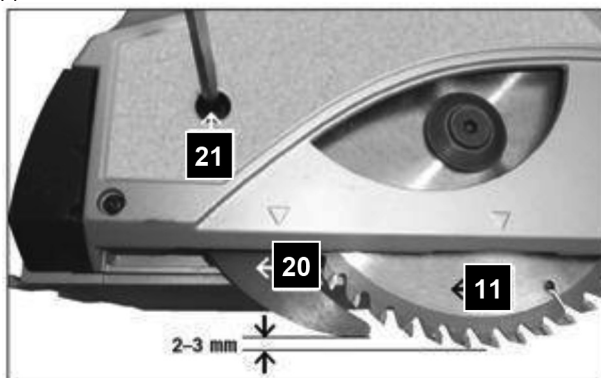

Рис. 8
При заглоблении пильного диска (поз. 11, рис. 8) расклинитель (поз. 20, рис. 8) заглобляется вместе с ним. При максимальном заглоблении пильного диска край расклинителя должен не доходить до края диска 2-3 мм (рис. 8). Для регулировки расклинителя необходимо:
- ослабить винт крепления расклинителя (поз. 21, рис. 8)
- зафиксировать расклинитель винтом (поз. 21, рис. 8)